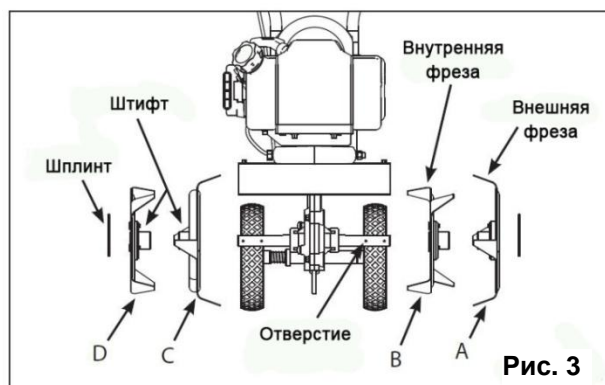

Рис. 3
- Для установки фрезы, наденьте внутренние фрезы (B; C)(См. Рис.3) на вал с каждой стороны редуктора, и закрепите их при помощи стопорного штифта (пальца) и шплинта.
- Установите внешние фрезы (A; B)(См. Рис.3) на посадочный фланец внутренних фрез. Закрепите их положение стопорными штифтами со шплинтом.
- Убедитесь, что лопасти фрез установлены должным образом (согласно рис. 3), правые и левые пары зубьев не сталкиваются друг с другом, и имеется достаточно расстояние между лопастями.